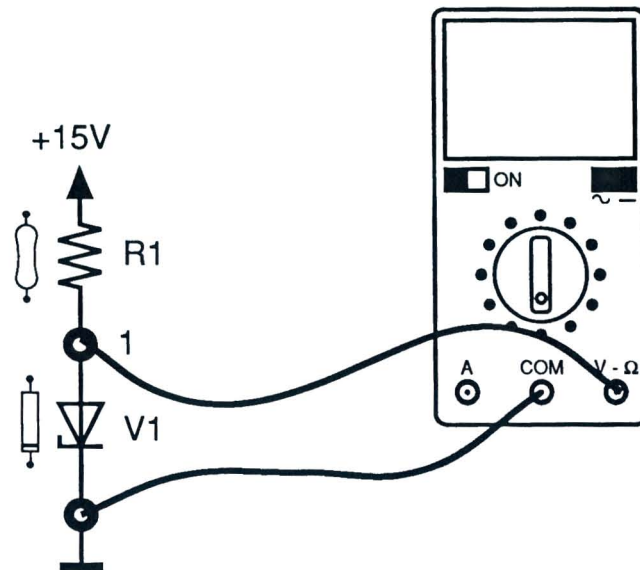

Fig. 7.2
- 5) Medir la tensión en el punto 1, utilizando un voltímetro digital preparado en corriente continua, (Fig. 7.2), y verificar que el valor calculado corresponda al valor medido.